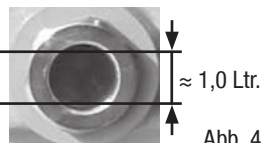

Abb. 4
- Ölstand: Ab Werk reicht die Ölfüllung bis zur Oberkante Schauglas. Der Ölstand muss im Betrieb einreguliert werden, gegebenenfalls muss zum Erreichen eines korrekten Ölstands (siehe Abb. 4) Öl abgelassen oder nachgefüllt werden.